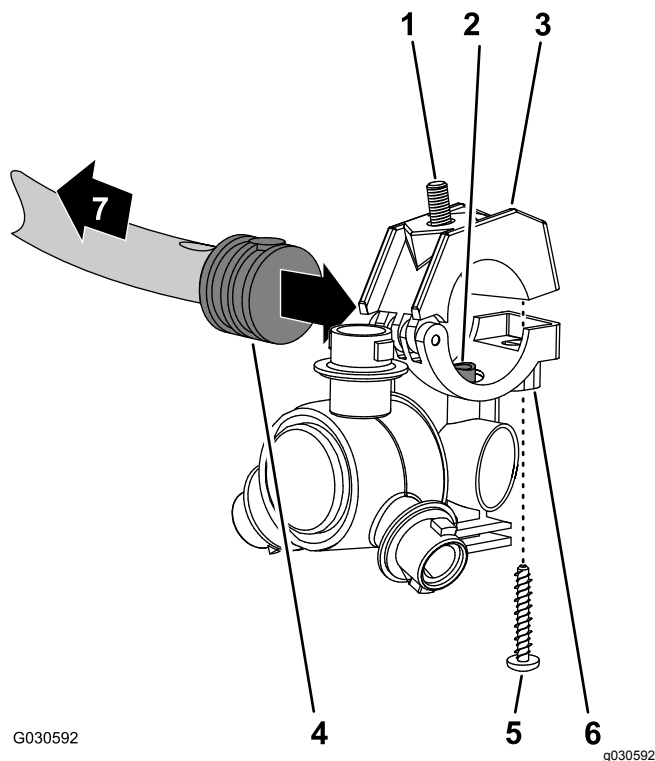

図 143
2. バーブ付きホースシャंकにホースクランプの上半分をセットし、クランプとノズルボディ 図 143を、ステンレスねじ#12 x 1-1/4"で固定し、14-18N・m 0.25-0.3kg・m = 20-25in-lbにトルク締めする。
1. ノズルのサドルに付いているトランスファチューブ 図 143を、片側バーブ付きホースシャंक1/2"の穴に合わせる。